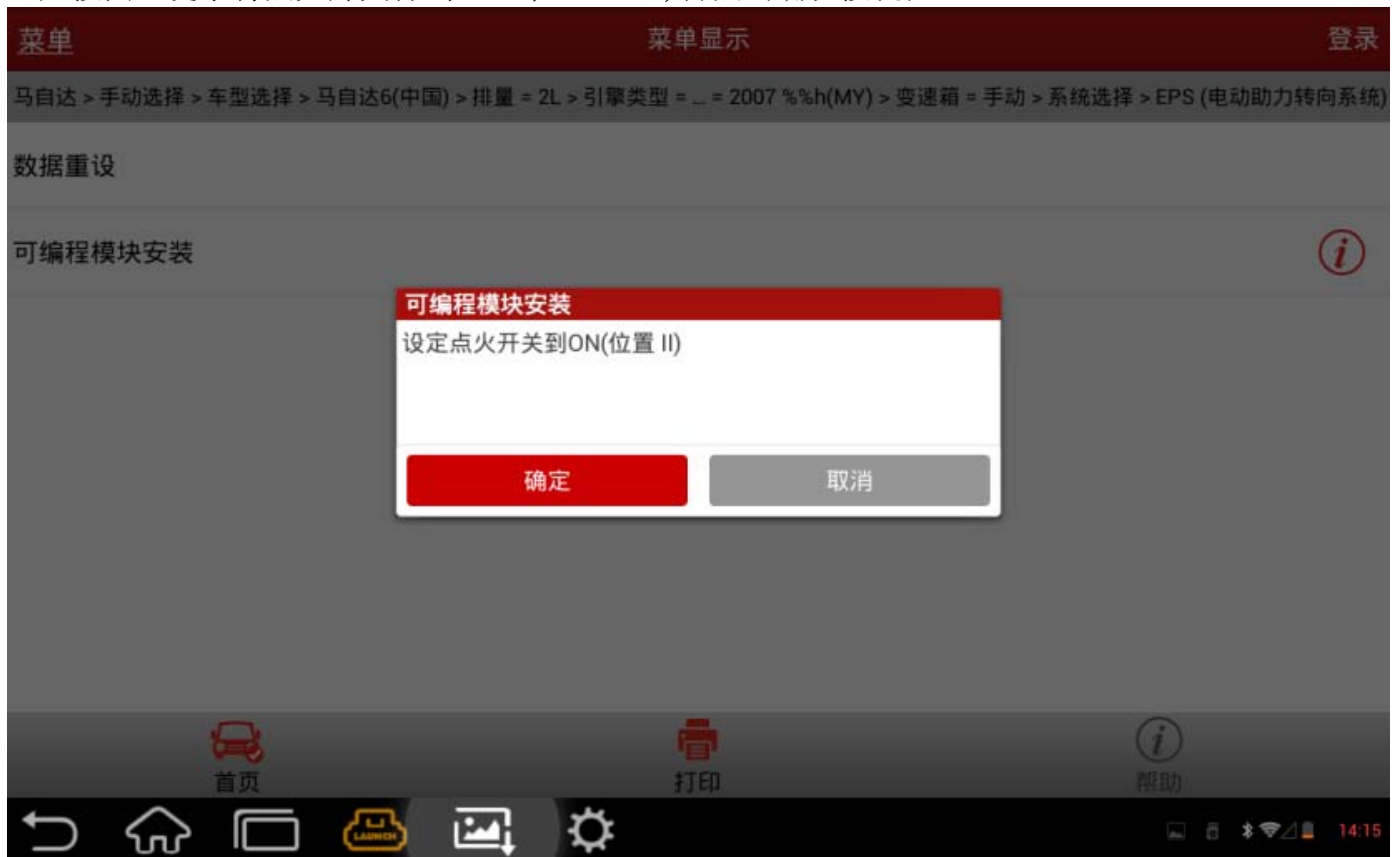

图 8
19). 按图 8 提示将点火开关打到 ON (位置 II), 再点击确认按钮;